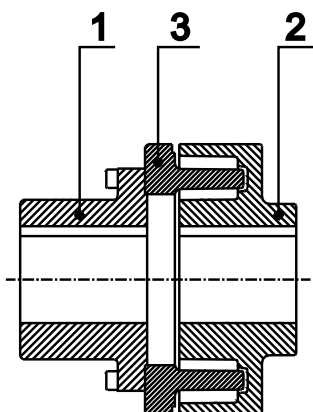

Figure 10: TEX-O-flex
Enlever les vis qui solidarisent les pièces (1) et (3) – voir Figure 10: TEX-O-flex D3. Tourner quelque peu la pièce (1) et ensuite déplacer axialement la couronne porte-tenons (3).